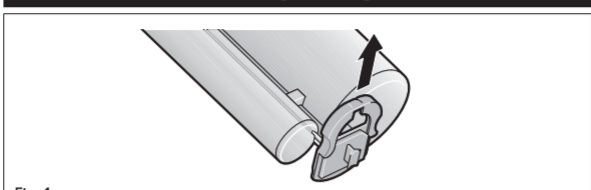

Fig. 1
1. Zum Öffnen der Kartusche den Verriegelungsschieber nach oben schieben. Verriegelungsschieber nicht von der Kartusche abziehen (Fig. 1).